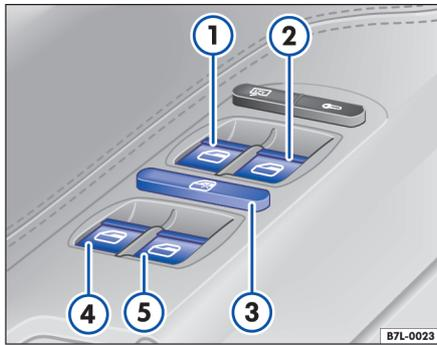

Fig. 33 Detalle de la puerta del conductor: mandos de las ventanillas
Las teclas ⇒ página 50, fig. 33 ① y ② tienen dos posiciones para la apertura de las venta- ▶